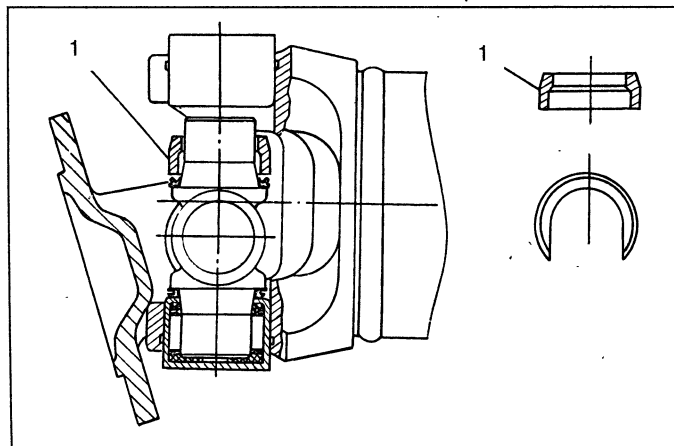

Рис. 3-51. Установка втулки для разборки карданного шарнира: 1 – втулка
– повернув вилку шарнира на 180°, повторите указанные операции, т. е. переместите другой конец вилки вниз до упора в крестовину. При выполнении этих операций противоположный подшипник крестовины частично выйдет из отверстия вилки и в полученный зазор между вилкой и крестовиной можно будет установить втулку 1 (рис. 3-51) с боковым вырезом для дальнейшей полной разборки подшипника;
– установив втулку 1 (см. рис. 3-51) на шип крестовины, переместите вилку шарнира вниз до выпрессовки подшипника;